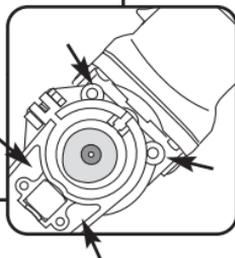

Abb.15
- Stellen Sie sicher, dass der Verlängerungsarm des Power Chisel stets fest und sicher auf der Montageplatte montiert ist. Falls er lose ist, ziehen Sie die 4 Schrauben fest, die den Power Chisel an der Montageplatte des Werkzeuggehäuses befestigen (siehe Abb. 15).